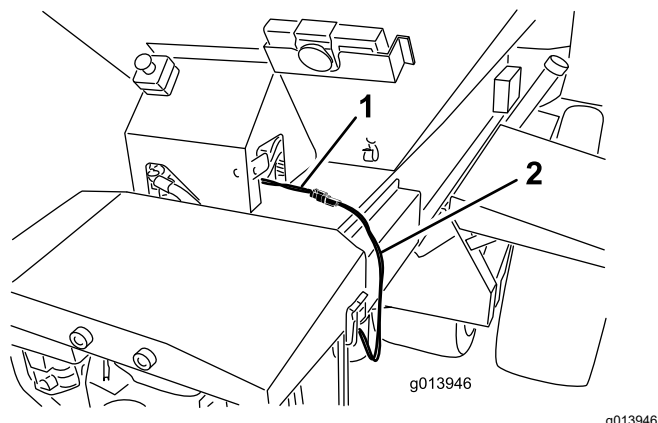
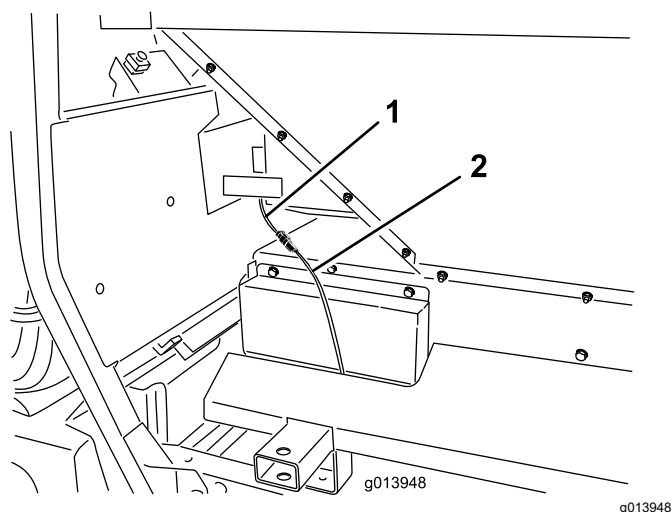

Figura 18
Figura 19
3. Inserite il cablaggio preassemblato intermedio nel connettore del cablaggio preassemblato di alimentazione della macchina (Figura 18 o Figura 19).